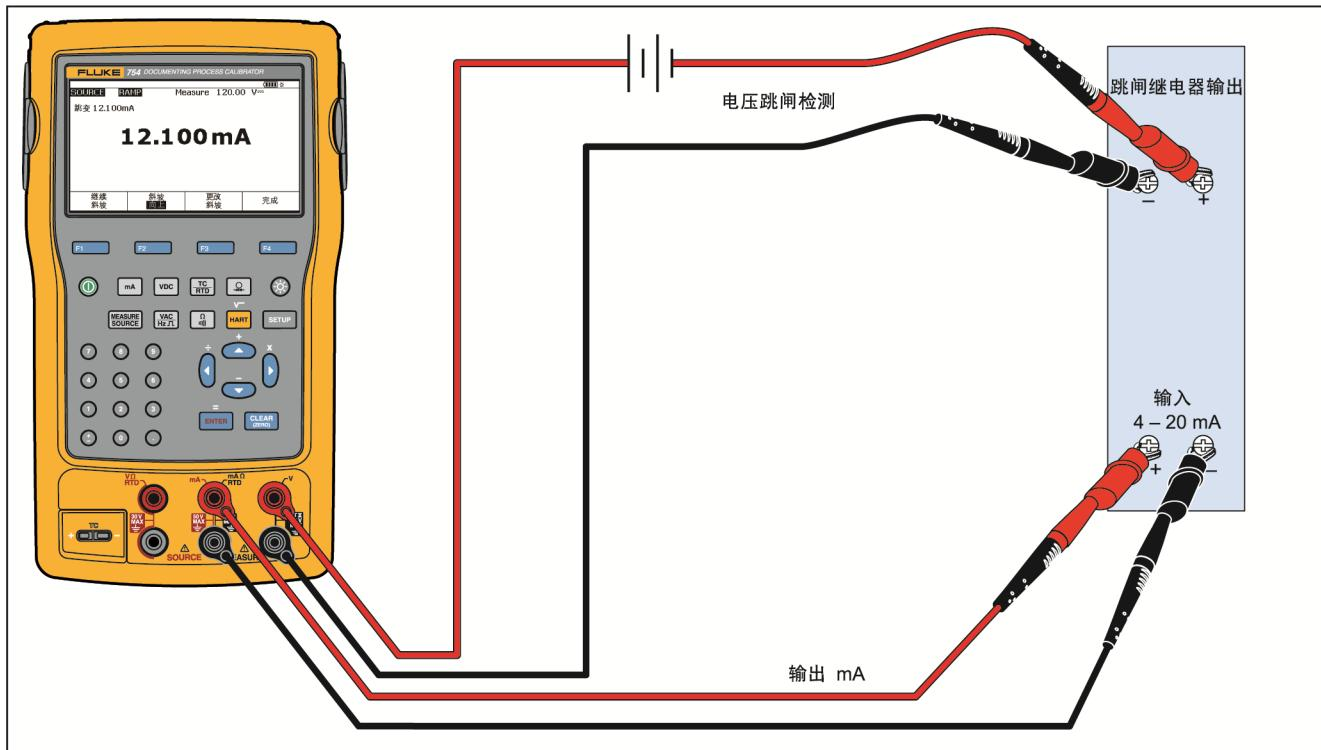

图 24. 查看继电器输出跳闸报警
13. 斜坡功能将一直持续，直到感应到跳闸（如果启用）、斜坡时间终止，或是按**停止倾斜 (Stop Ramp)** 功能键。请参阅图 24。